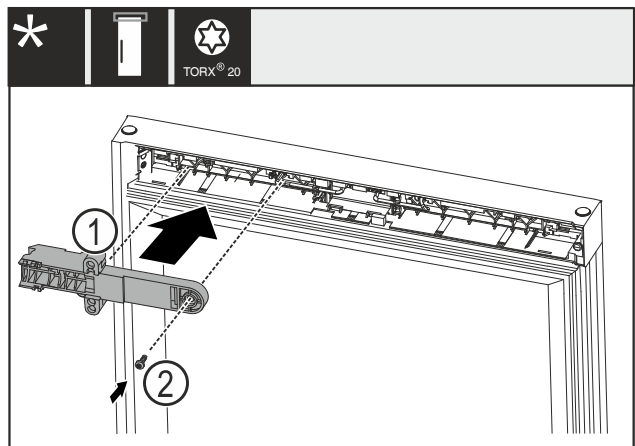

Fig. 23
- ▶ 将锁固定件 Fig. 23 (1) 转动 180°，然后固定在对面。
- ▶ 将锁固定件 Fig. 23 (1) 用螺钉 Fig. 23 (2) 固定。